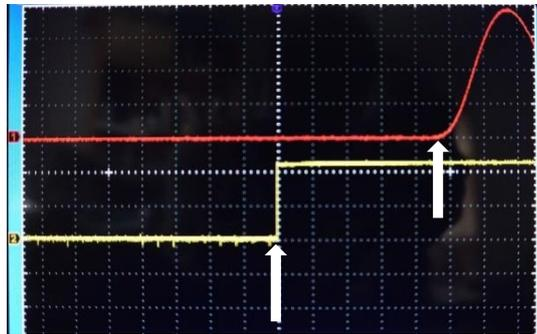

図 2-7 棒をたたいたときの波形（白矢印は立ち上がり時刻を示すために書き入れた）
- ④ オシロスコープの「Single」ボタンを押してから、棒がマイクにぶつからない程度の強さで棒の端を金属ブロックでたたく。オシロスコープの画面には図 2-7 のような波形が表示されるはずである。CH1 の赤色の波形はマイクからの信号 (反転したものを)、CH2 の黄色い波形は抵抗の両端の電圧を示している。CH1 の信号が見えない場合、信
- ⑤ 画面下部に Type と Source が表示されていればカーソル線による測定が可能である。表示されていなければ「Cursor」ボタンを押す。2本のカーソル線を使って、それぞれの波形の立ち上がった時刻（図 2-7 の 2本の白矢印）の間隔を測定する。
- ⑥ 以上の測定を棒ごとに 4 回行う。